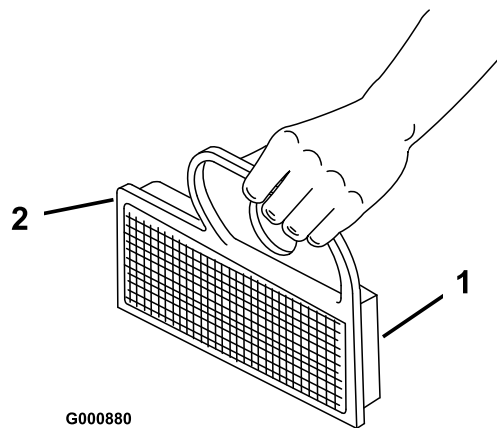

Figure 22
- Tapotez doucement l'élément sur une surface plane pour faire tomber la poussière et la saleté (Figure 22).